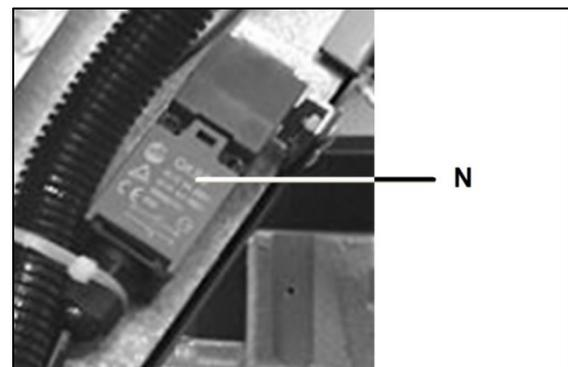

Figure 8-11 : Interrupteur micro de protection de la roue
- Assurez-vous que l'interrupteur micro (N, Fig 8-11) est activé ; dans le cas contraire, la machine ne démarre pas.